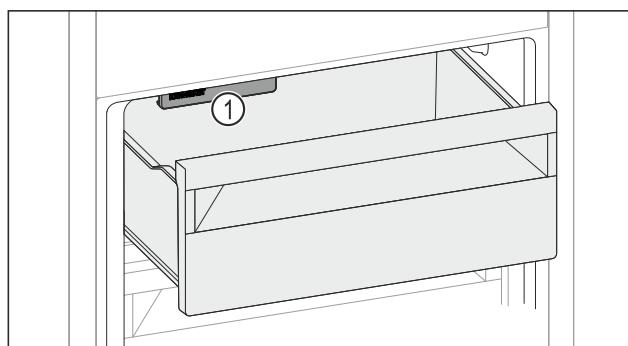

Fig. 142
- Upoštevajte IceMaker Fig. 142 (1).